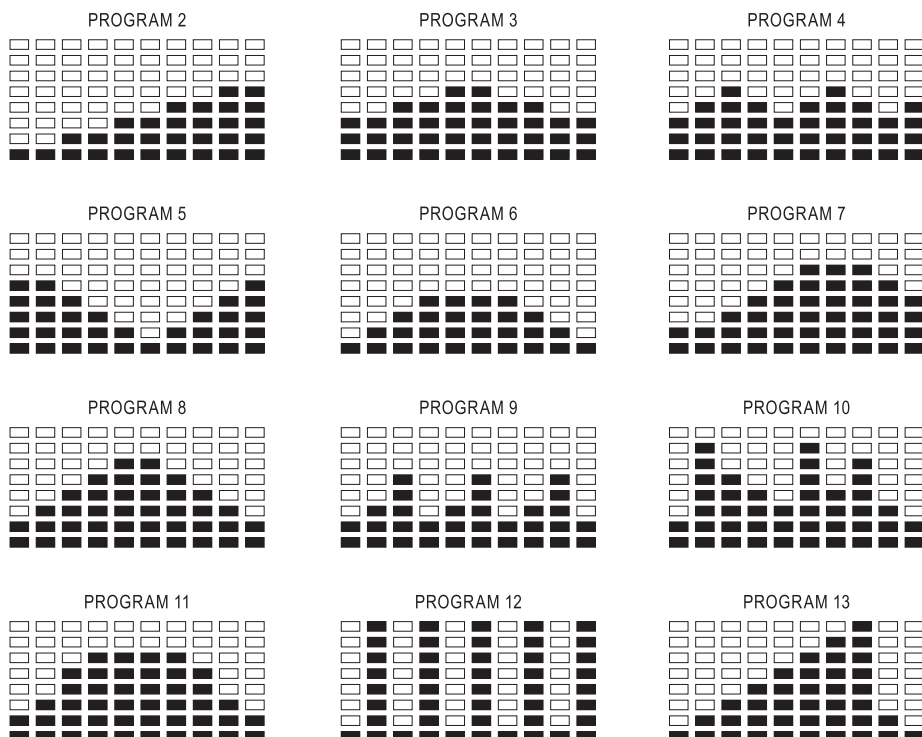

Abbildung 2
1. Drücken Sie UP/DOWN, um eines der vorgefertigten Programme auszuwählen (PROGRAM 2–13) (siehe Abb. 2).